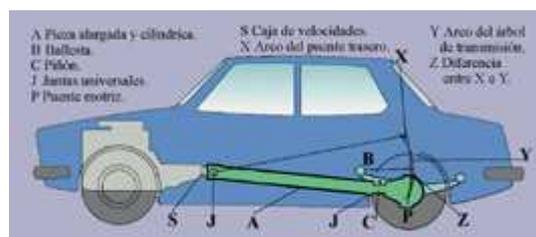

Fig. 46
La misión del árbol de transmisión (fig. 46), es la de transmitir el movimiento giratorio desde el secundario de la caja de velocidades (S) al diferencial, situado en el puente motriz (P). Se utiliza, lógicamente, en el caso de motor delantero y propulsión.